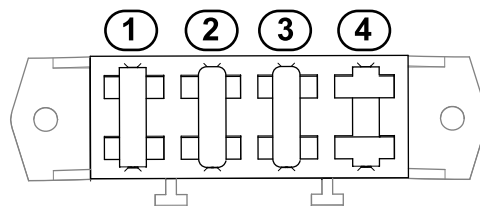

图 24
3. 检查保险丝盒内的保险丝图 24。
4. 如果任何保险丝熔断请使用具有适当电压和电流的保险丝进行更换图 24。请参阅主机维护手册获取指定保险丝的零件号。